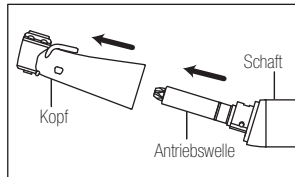

Abb.7
- 4) Ziehen Sie den Kopf aus dem Schaft. (Abb.7.)
- 5) Ziehen Sie die Antriebswelle aus dem Schaft. (Abb.7)